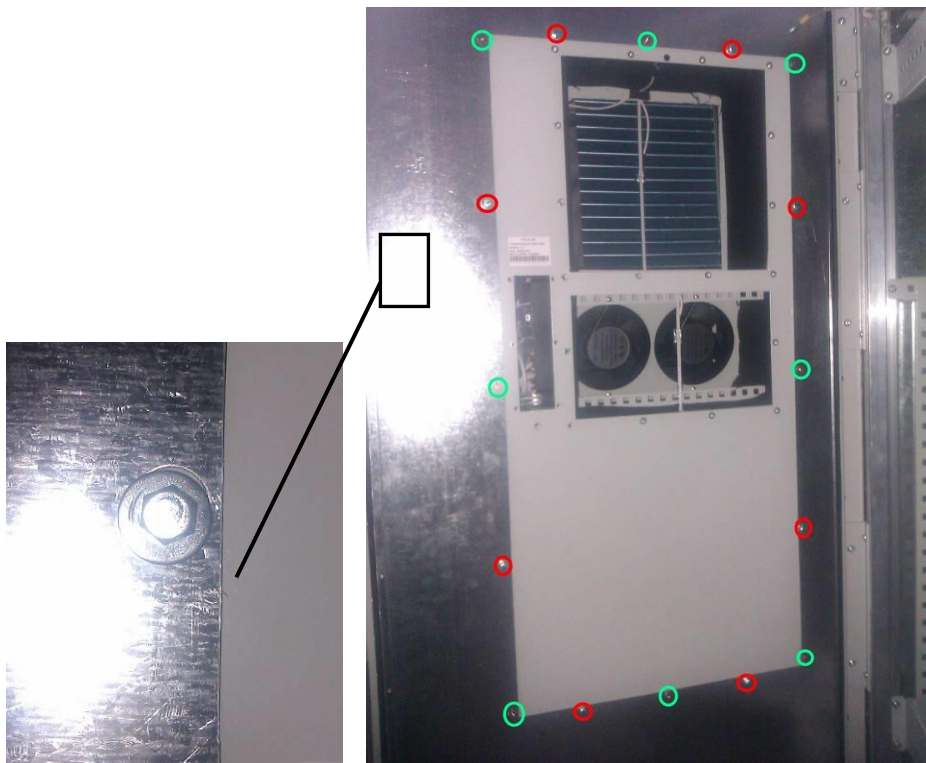

Рисунок 5 – Места крепления кондиционера к корпусу двери показаны красным. Места крепления защитного кожуха показаны зеленым.
6. Для демонтажа блока выкрутить восемь болтов М6х90 (см. рис. 5) в указанных красным местах.
7. Для снятия защитного кожуха выкрутить восемь винтов (см. рис. 5) в указанных зеленым местах.